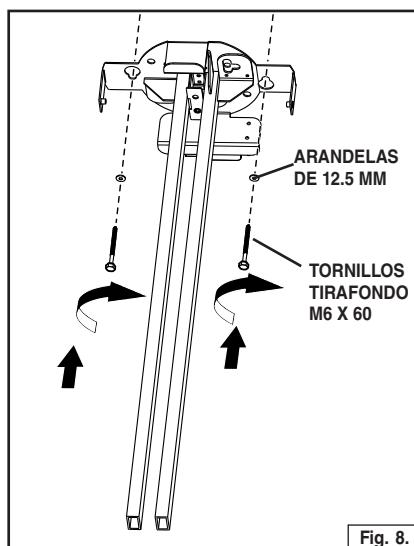

Fig. 8.
2. Monte el brazo telescopico. Fije con (2) tornillos tirafono M6 x 60 con (2) arandelas de 12.5 mm. Primero realice las dos ranuras bocallave (2 tornillos por brazo). Asegúrese de que los brazos estén perpendiculares al techo. Fig. 8.